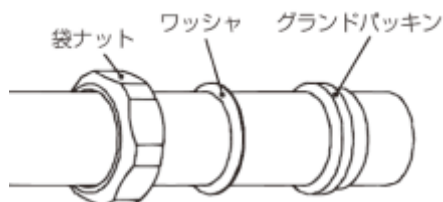

図 3.3 ナット類の組み込み
- ③ 添付品の配管材に袋ナット、ワッシャ、グランドパッキンを図 3.3 の向きで挿入します。